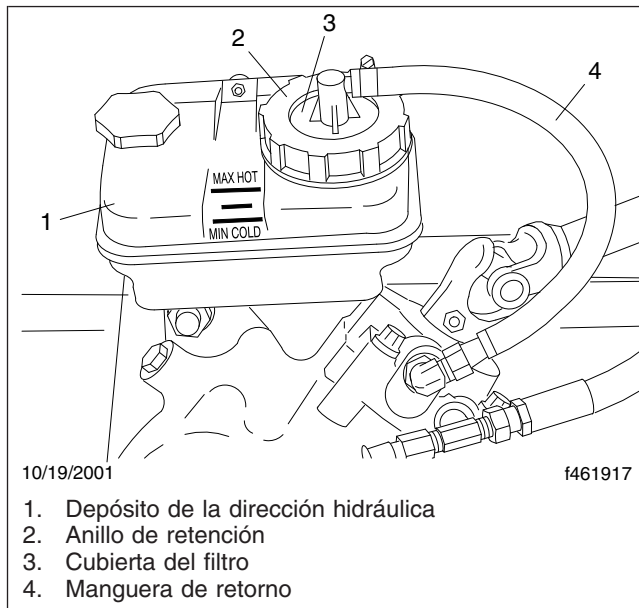

Figura 1, Depósito de la dirección hidráulica
3. Quite el anillo de retención del depósito. Vea la **Figura 1**.
7. Llene el depósito, con un líquido para transmisiones automáticas que cumpla con las especificaciones Dexron III o TES 389, hasta la línea que se encuentra entre las líneas MIN COLD (mínimo al estar frío) y MAX HOT (máximo al estar caliente). Vea la **Figura 1**.